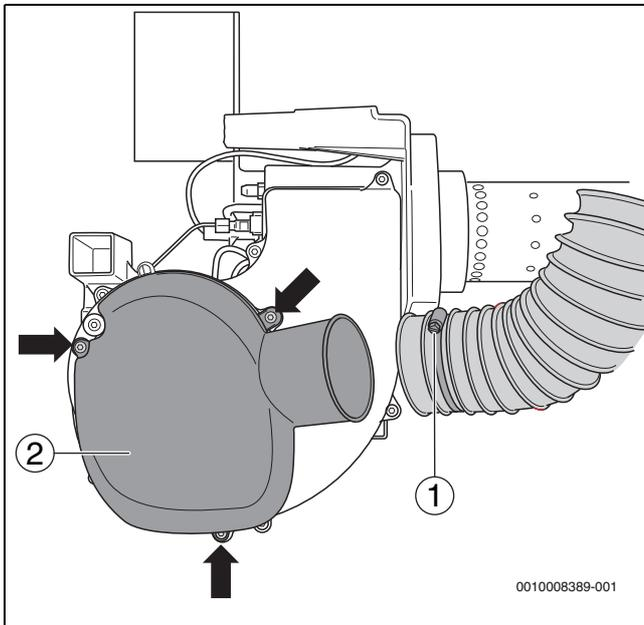
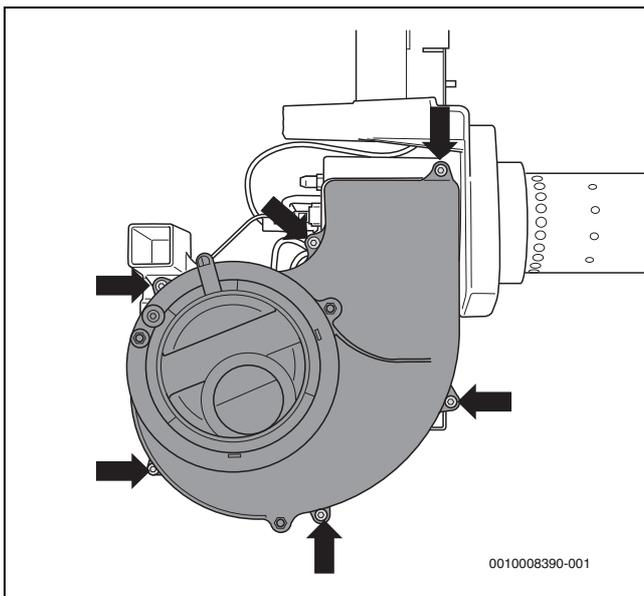

Bild 31 Ansaugschalldämpfer demontieren (dargestellt: 18-49 kW)
Bild 32 Gebläseradabdeckung demontieren
- Spezialschlauchschele (→Bild 31, [1]) der Verbrennungsluftzufuhr für raumluftunabhängigen Betrieb lösen (nur bei 18-49 kW).
- Befestigungsschrauben (→Bild 31, [Pfeile]) lösen und den Ansaugschalldämpfer (→Bild 31, [2]) abnehmen.
- Sechs Befestigungsschrauben (→Bild 32, [Pfeile]) lösen und die Gebläseradabdeckung abnehmen.
- Gebläseradabdeckung (→ Bild 32, Seite 22) und Ansaugschalldämpfer (→ Bild 31, Seite 22) wieder montieren.
- ▶ Spezialschlauchselle (→Bild 31, [1], Seite 22) lösen und Ansaug-schlauch abziehen (nur bei 18-49 kW).